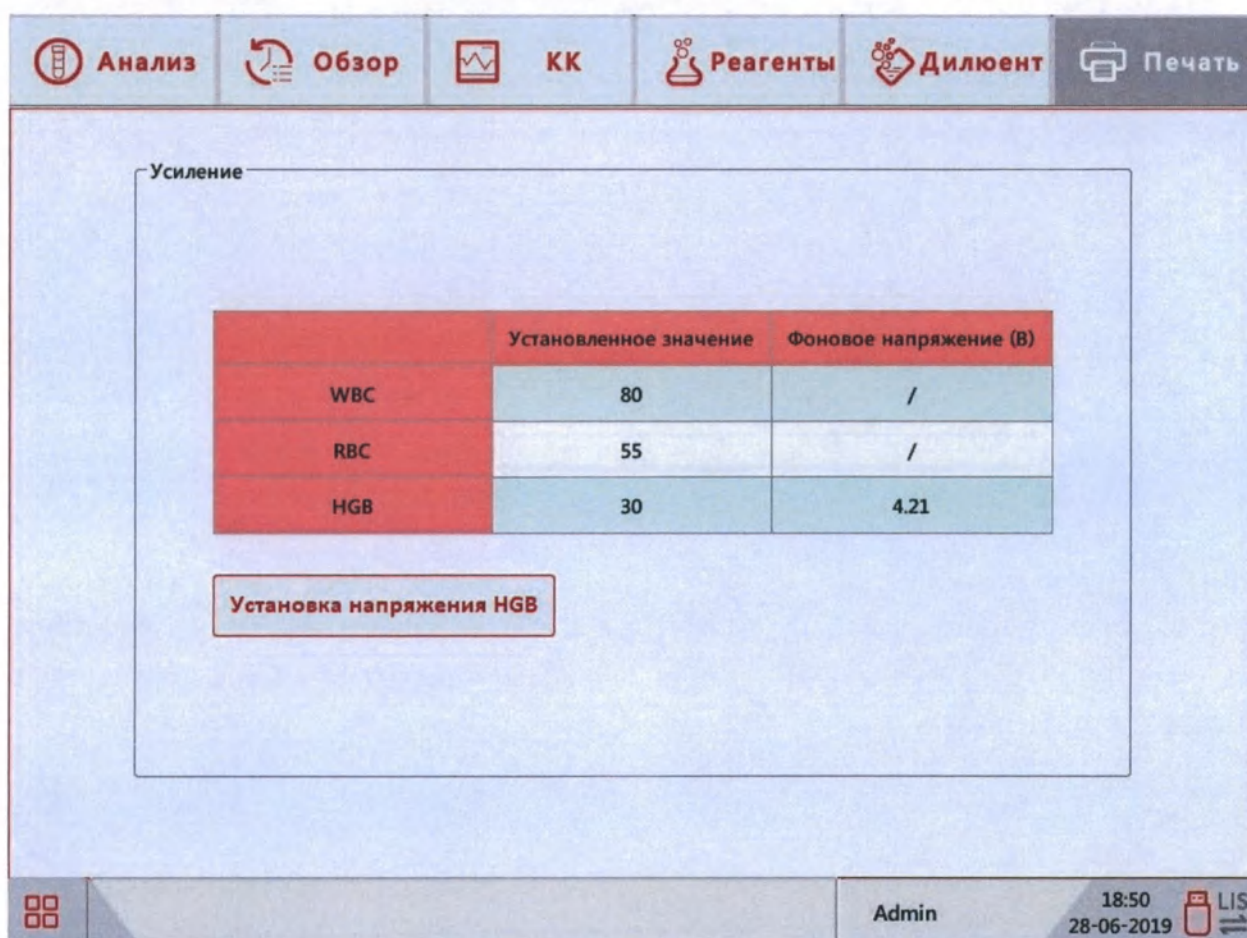

Рис.9.3-34 Экран установки коэффициентов усиления
- При возникновении такой необходимости, по указанию инженера войдите в пункт меню «**Установка → Усиление**», и на появившемся экране установок коэффициентов усиления (Рис.9.3-34) в столбце “**Установленное значение**” введите новое значение коэффициента усиления в требуемом измерительном канале.
- Фоновое напряжение канала усиления HGB после измерения холостой пробы и получения адекватных результатов фона по реагентам (п.А6 Приложения А, Таблица 19) должно находиться в пределах от 3,80 до 4,80 В, если установлен правильный коэффициент усиления по HGB. Выход напряжения за границы данного диапазона на экране усиления (Рис.9.3-34) возможен, если инициализация гидросистемы при включении анализатора прошла с ошибками (такое как правило случается при первом запуске анализатора после его консервации, когда включается питание опорожнённого анализатора), либо при попадании воздуха в гидросистему по заборной трубке какого-либо реагента. Выполните заполнение анализатора обоими реагентами и повторно проконтролируйте значение фонового напряжения в канале HGB.